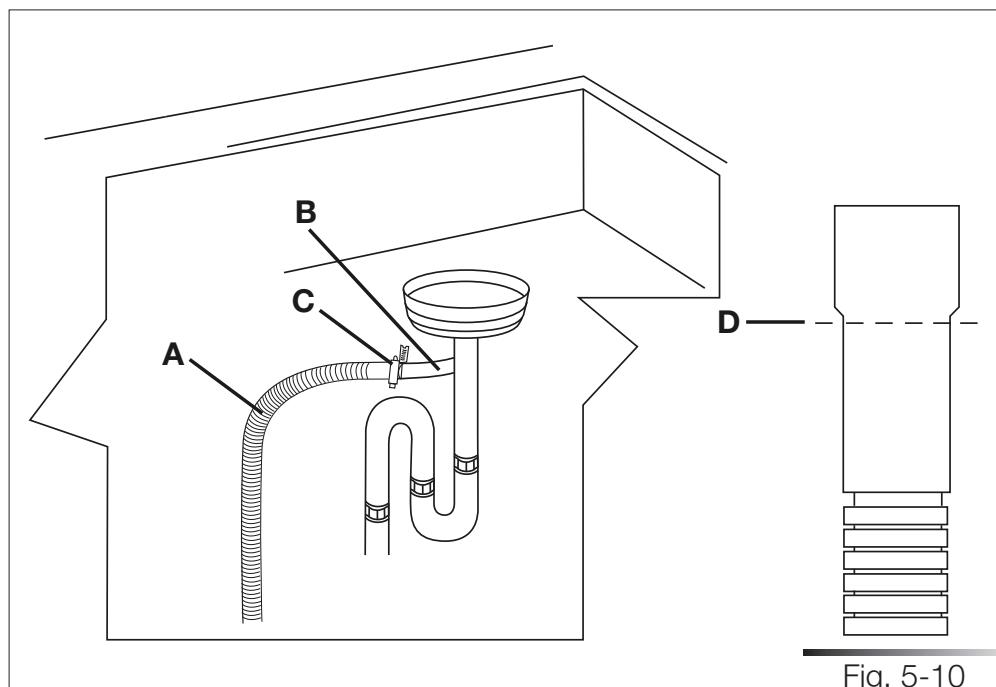

Fig. 5-10
1. Conecte el tubo de evacuación del lavavajillas (ref. A fig. 5-10) al empalme en “T” (ref. B fig. 5-10) del circuito de evacuación mediante una abrazadera de destornillador\* (ref. C fig. 5-10) de 38 a 50 mm (de 1-1/2 a 2"); si es necesario, corte el extremo del tubo de evacuación del lavavajillas (ref. D fig. 5-10) (no corte la sección ondulada).